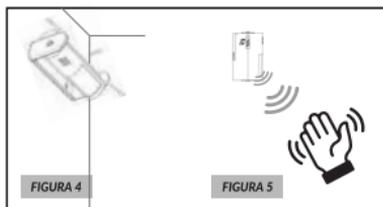

FIGURA 5
- E. Encienda el sensor y realice una prueba de funcionamiento. Asegúrese de que el sensor detecte correctamente y emita una alarma de prueba. (FIGURA 5)